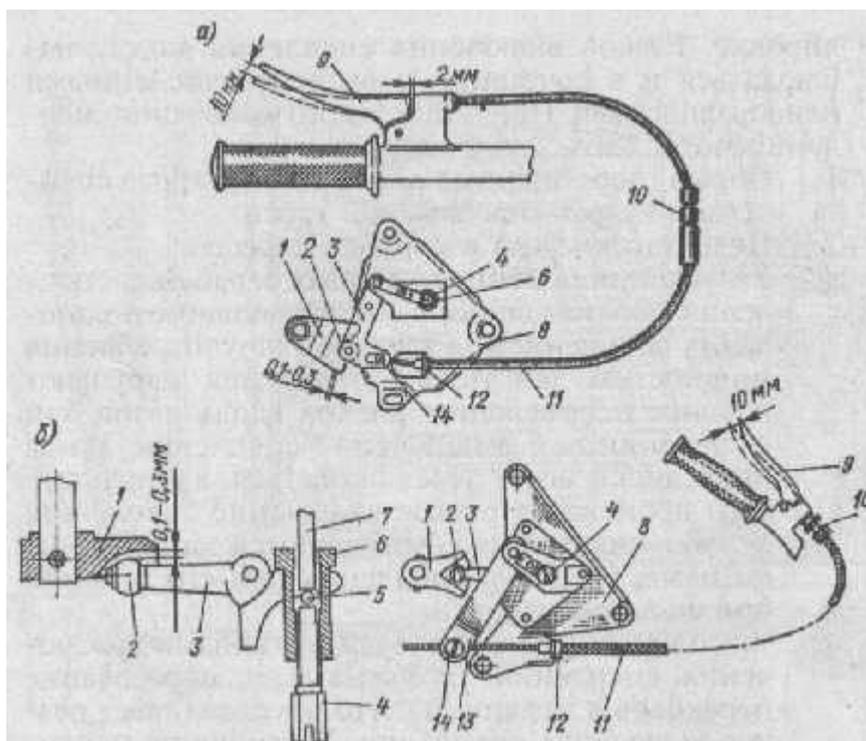

Рис. 51. Регулировка механизма выключения сцепления:
3. Очистить кистью, смоченной в бензине, кулачок 1 (рис. 51, а) и ролик 2 автоматического привода.
5. Закончив регулировку ножного привода механизма выключения сцепления, надо отрегулировать ручной привод. Делается это вращением регулировочного штуцера на оболочке троса сцепления. Штуцер оболочки троса вращают до тех пор, пока свободный ход конца рычага (ход, не вызывающий движение деталей механизма выключения сцепления) будет 5-10 мм (см. рис. 51, а).